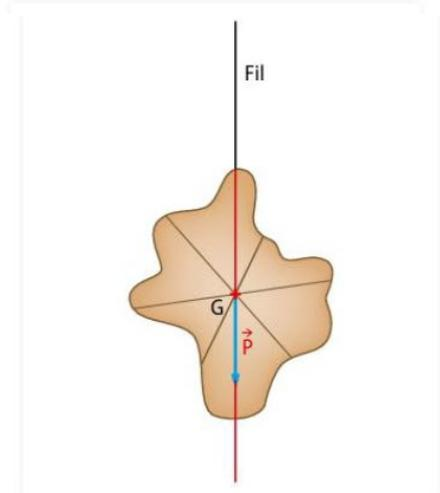

FIG. 2 Le centre de masse G se trouve à l'intersection des directions du poids (verticales) pour différents points d'accroche du système.
- le point d'intersection des droites d'actions du poids lorsque le solide est suspendu suivant différents points (FIG. 2) ;